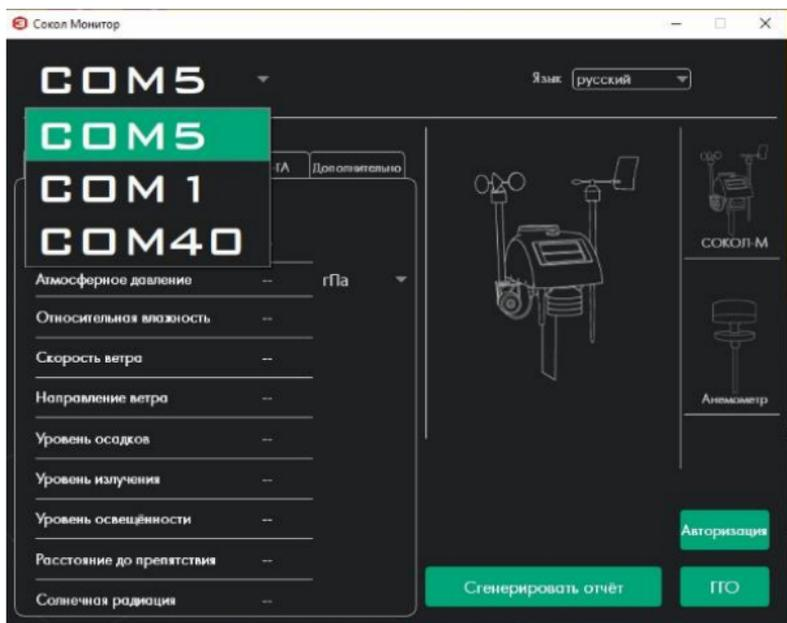

Рисунок 12 - Окно ПО SokolMeteo - Monitor, выбор COM - порта.
7.5.3 В данном окне выбрать COM – порт, подключенного устройства. COM – порт можно посмотреть через диспетчер устройств вашего компьютера. (Рисунок 12)